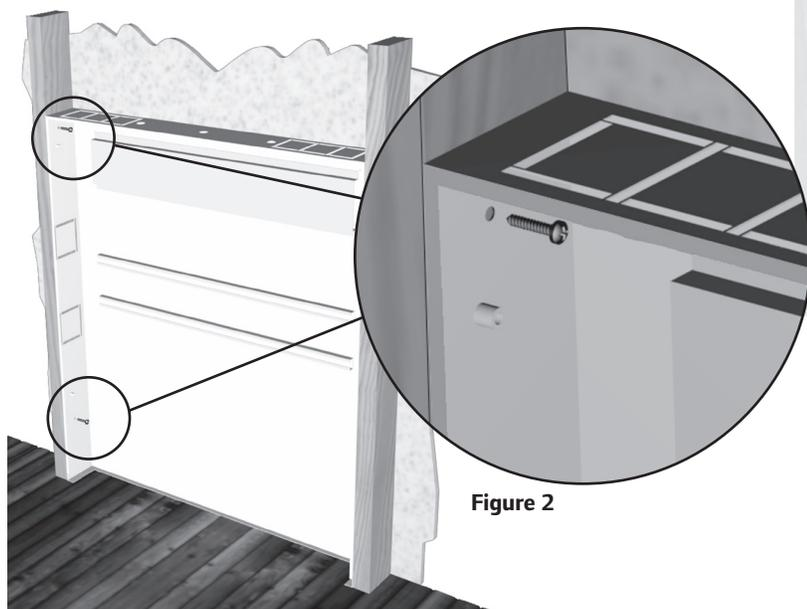

Figure 2
3. À l'aide de vis à bois, fixez le boîtier pour collecteur à l'ossature (voir **Figure 2**).